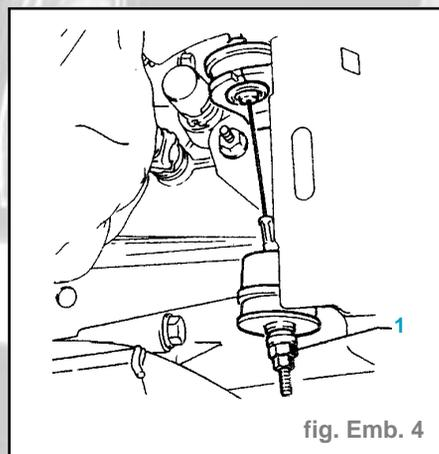

fig. Emb. 4
- Régler la course X à l'aide de l'écrou (1) (fig. Emb. 4) :